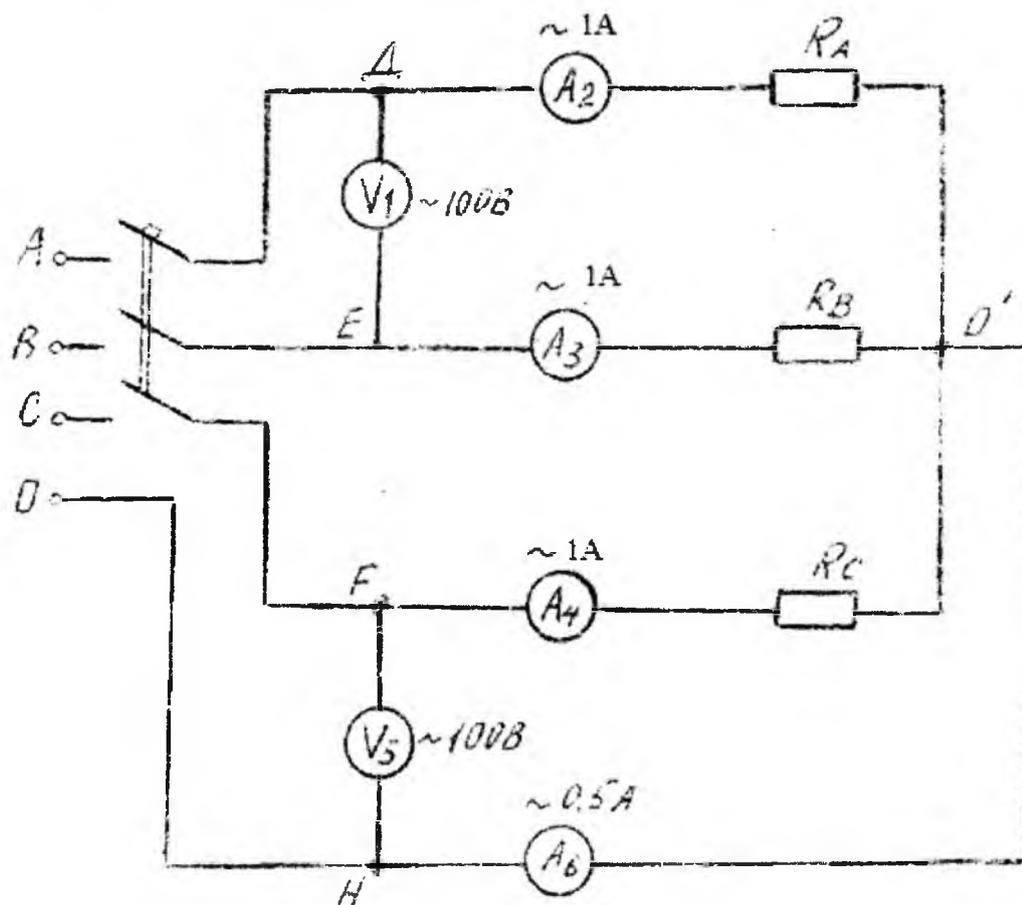

Рисунок 14 -. Схема соединения потребителей энергии звездой
2. Собрать эл. схему, изображенную на рис.14